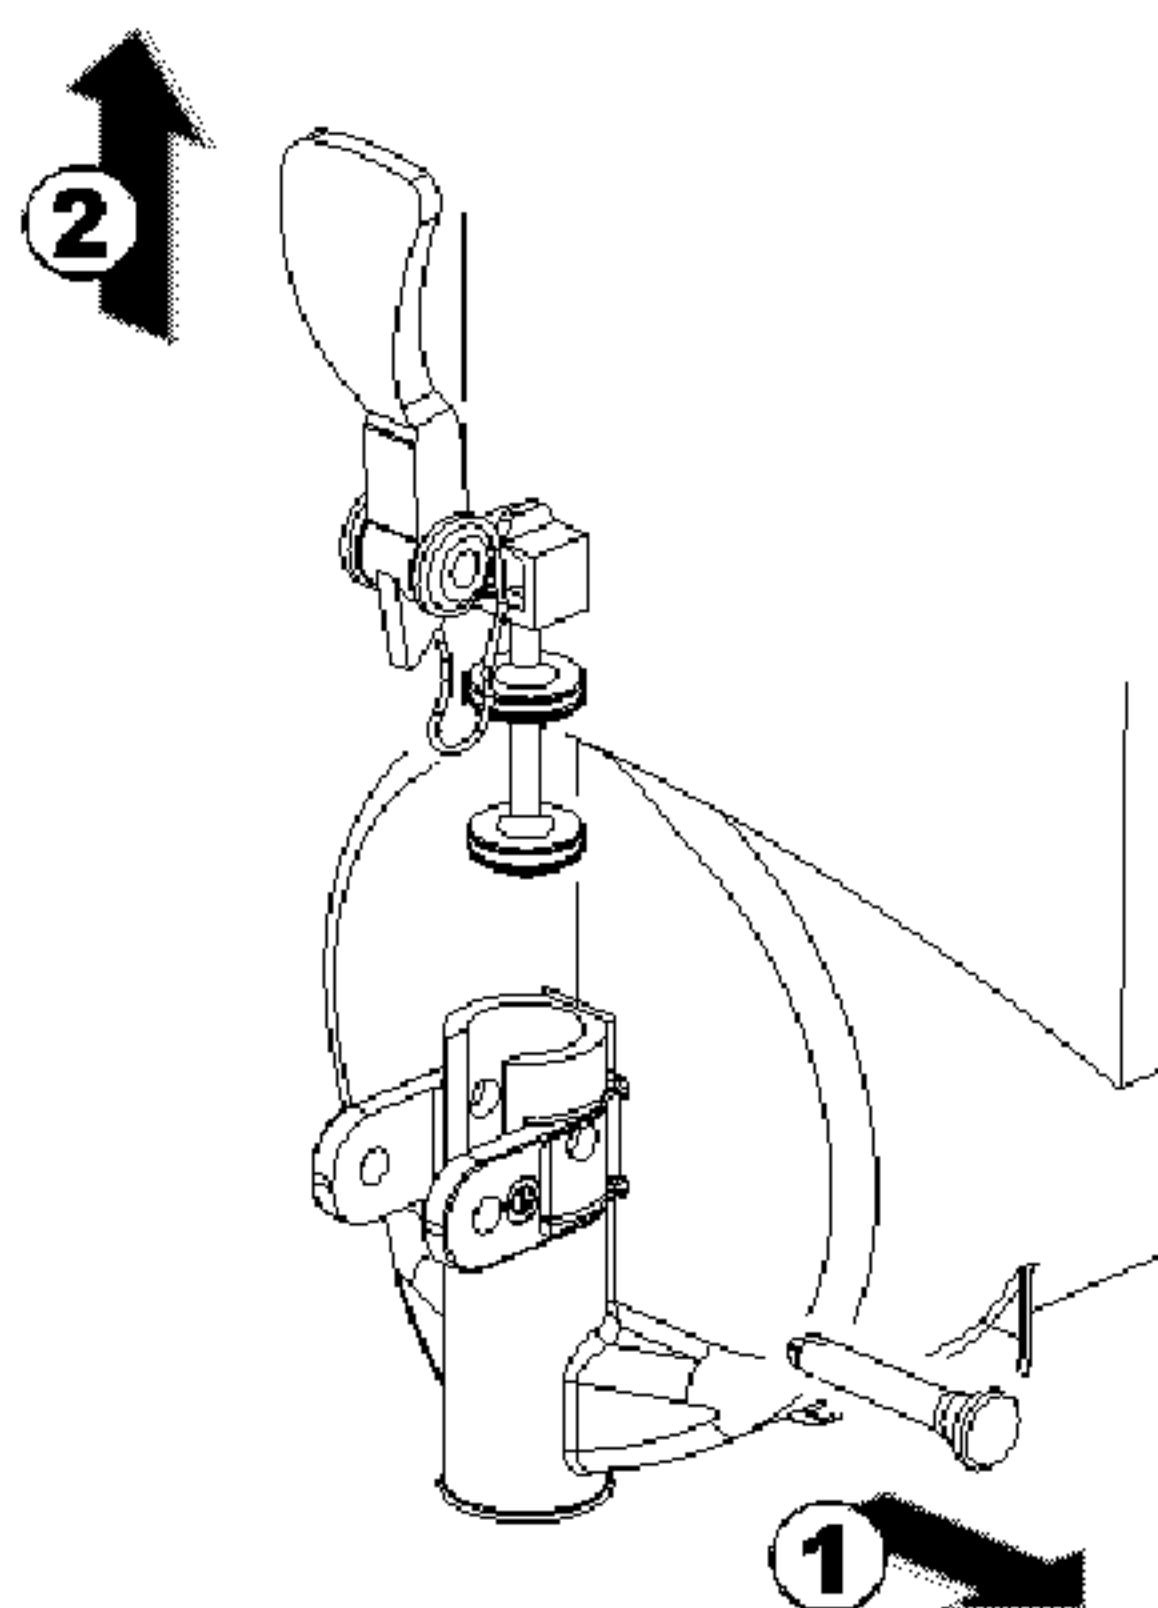

Рисунок 12
5 Разберите кран в сборе (смотрите рисунок 12).
- 3** Соберите кран в порядке, обратном процедуре разборке (смотрите рисунок 12).